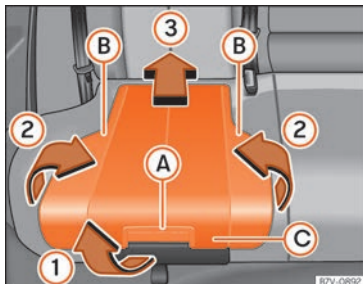

Abb. 95 Integrierter Kindersitz: Sitzpolster aufstellen.
- Sitzpolster am Entriegelungshebel »» **Abb. 95 A** in Pfeilrichtung »» **Abb. 95 1** nach vorn ziehen.
- Beide Seiten »» **Abb. 95 B** in Pfeilrichtung »» **Abb. 95 2** nach oben klappen.
- Sitzpolster »» **Abb. 95 C** in Pfeilrichtung »» **Abb. 95 3** nach hinten drücken, bis es einrastet.